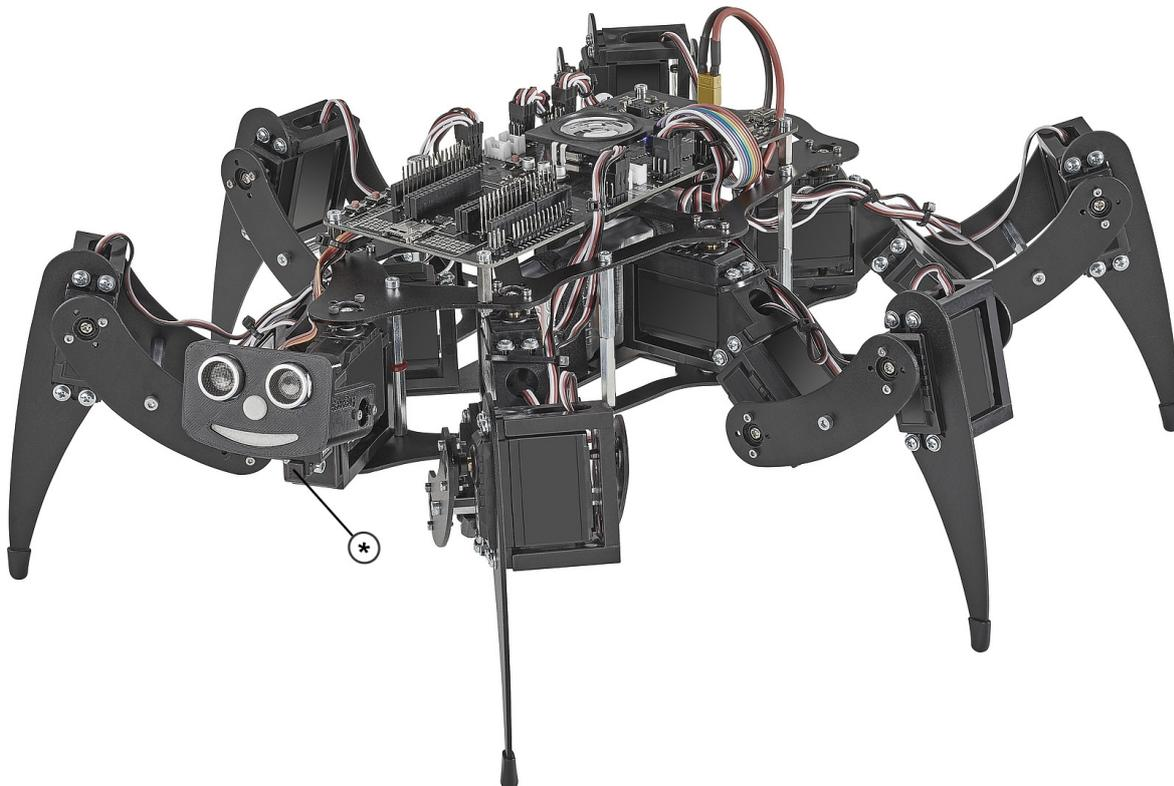

Bild 1
—> * Die Pan- & Tilt-Einheit ist die Kopfmechanik (siehe Bild 1) und kann optional auf einem 3D-Drucker ausgedruckt werden.
- Die Pan- & Tilt-Einheit ist die Kopfmechanik (siehe Bild 1) und kann optional auf einem 3D Drucker ausgedruckt werden. Die Daten hierzu finden Sie als Download auf der Internetseite zum Produkt (so wie alle anderen verfügbaren Downloads).